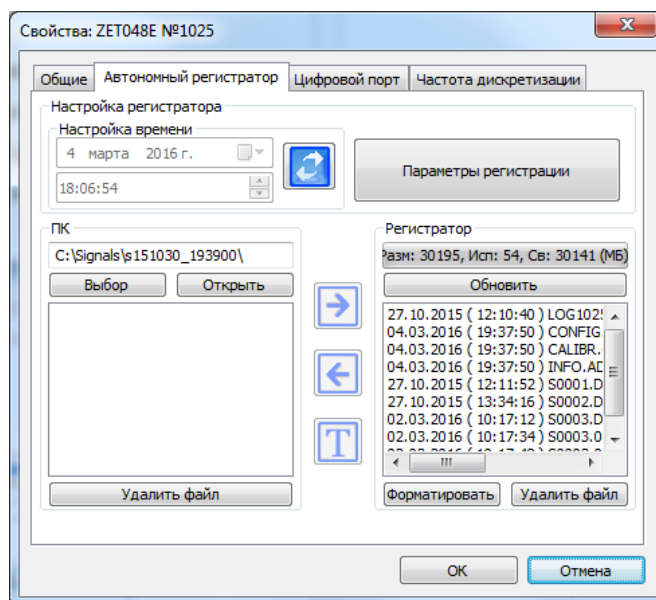

Рисунок 22
- в открывшемся окне «Свойства» выбрать вкладку «Автономный регистратор» (Рисунок 22);